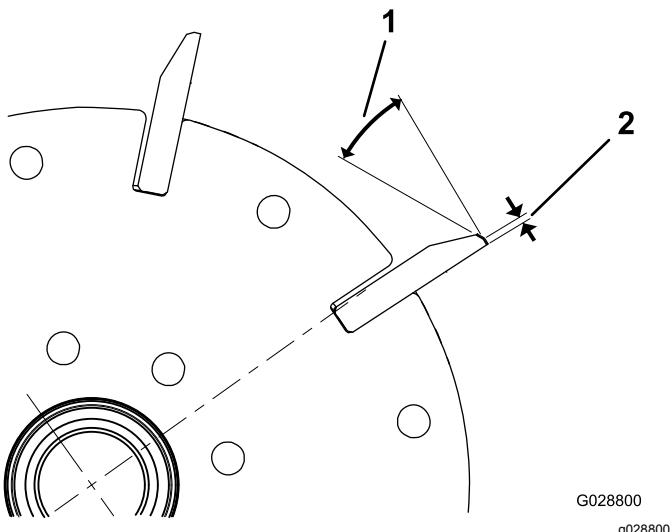

Bild 24
1. Tragen Sie einen Nachschliff von 30 Grad auf alle Messerspindeln auf, bis die Kante 1,3 mm breit ist (**Bild 24**).